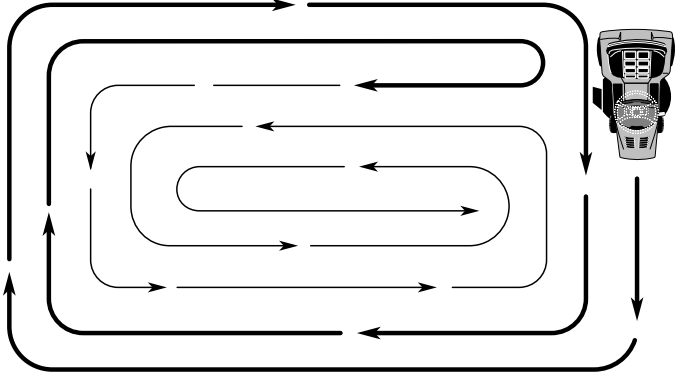

Fig. 13
- Al segar las áreas grandes, empiece girando a la derecha de modo que los recortes se descarguen, alejándose de los arbustos, cercos, entradas de automóviles, etc. Después de una o dos vueltas, siga en la dirección opuesta, haciendo virajes a la izquierda, hasta que termine (Vea Fig. 13)